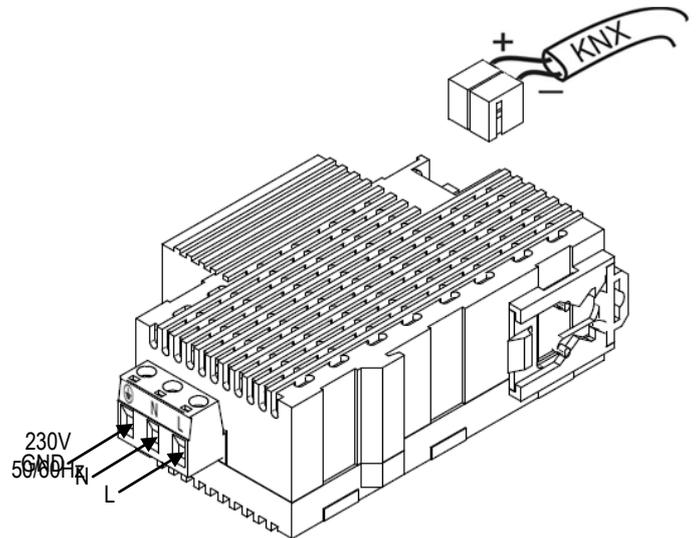

Abb. 2: ZPS160MPA Installation und Anschluß
- Die Netzleitung wird an die Klemmen L, N und SL angeschlossen, wie auf Abb. 2 dargestellt.